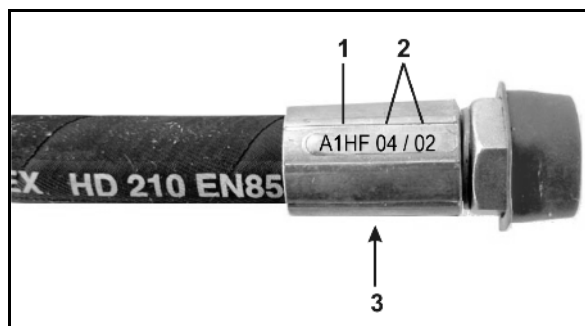

Fig. 55
2. Skru av magnetkappen (Fig. 55/1)
3. Fjern magnetspolen (Fig. 55/2)
4. Skru ut ventilstangen (Fig. 55/3) med ventiletene og rengjør med trykkluft eller hydraulikkolje.